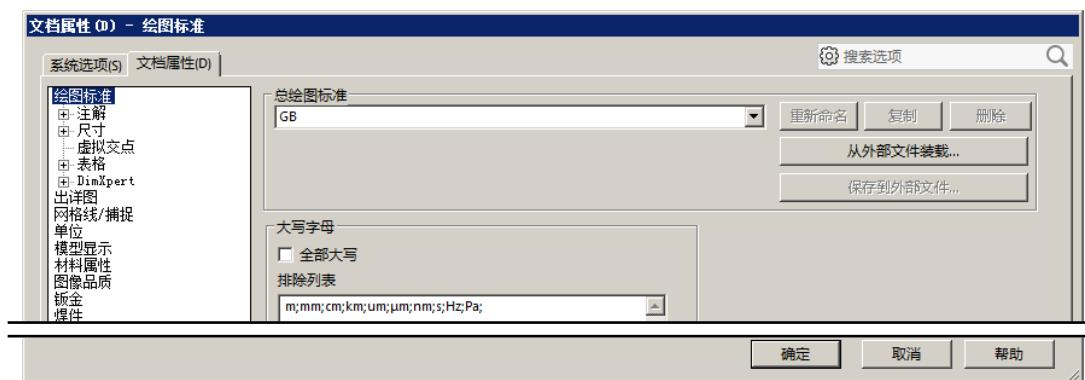

图 3.5.3 “文档属性 (D) - 绘图标准”对话框
选择下拉菜单 **工具 (T)** → **选项 (P)...** 命令，系统弹出“系统选项 (S) - 普通”对话框；单击 **文档属性 (D)** 选项卡，系统弹出“文档属性 (D) - 绘图标准”对话框（图 3.5.3），利用此对话框可以设置有关工程图及草图的一些参数（具体的参数定义在后面会陆续讲到）。